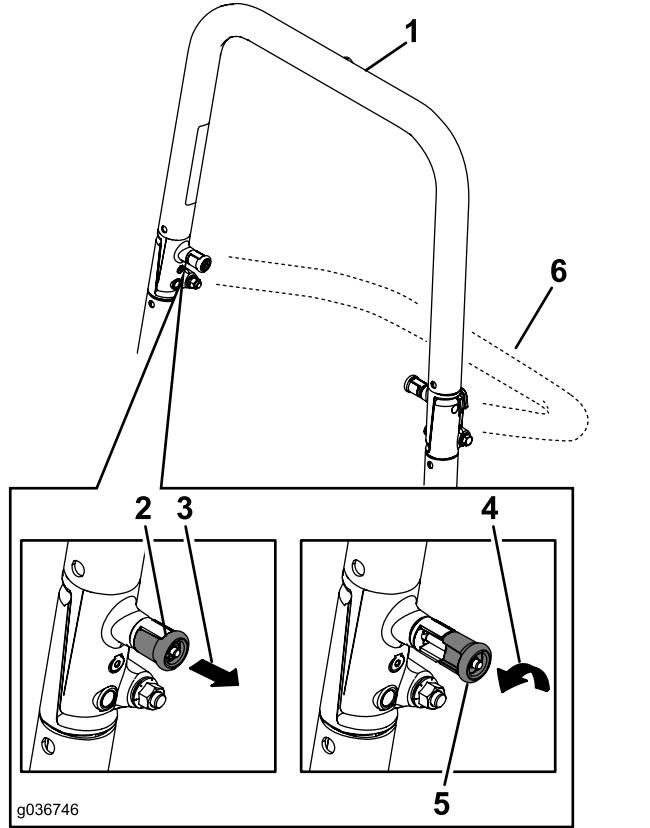

Bild 8
2. Ziehen Sie beide Handräder heraus und drehen sie um 90°, damit sie nicht eingerastet sind (Bild 8).
3. Senken Sie den Überrollbügel ab (Bild 8).
1. Heben Sie den Überrollbügel in die Betriebsstellung an und drehen die Handräder, bis sie sich teilweise in den Schlitten bewegen (Bild 8).
2. Klappen Sie den Überrollbügel ganz hoch und drücken Sie gleichzeitig auf den oberen Überrollbügel, damit die Stifte einrasten, wenn die Löcher mit den Stiften ausgeflext sind (Bild 8).